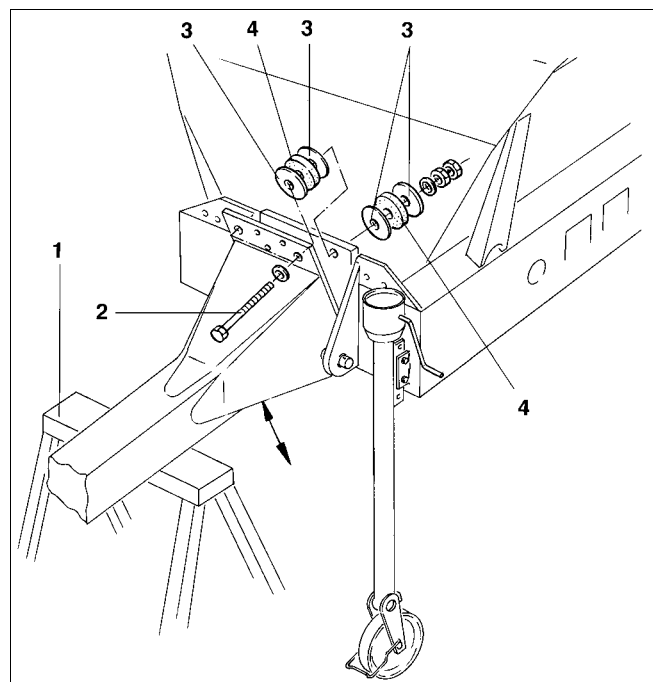

Fig. 11
- Deichsel auf stabilem Bock (Fig. 11/1) abstützen und beide Befestigungsschrauben (Fig. 11/2) lösen.
- Durch gleichmäßiges Umsetzen der Distanzscheiben (Fig. 11/3) kann die Deichsel verstellt werden. Die Puffer (Fig. 11/4) dürfen nicht entfernt werden. Sie dämpfen die vom Schlepper auf den Streuer übertragenen Stöße.